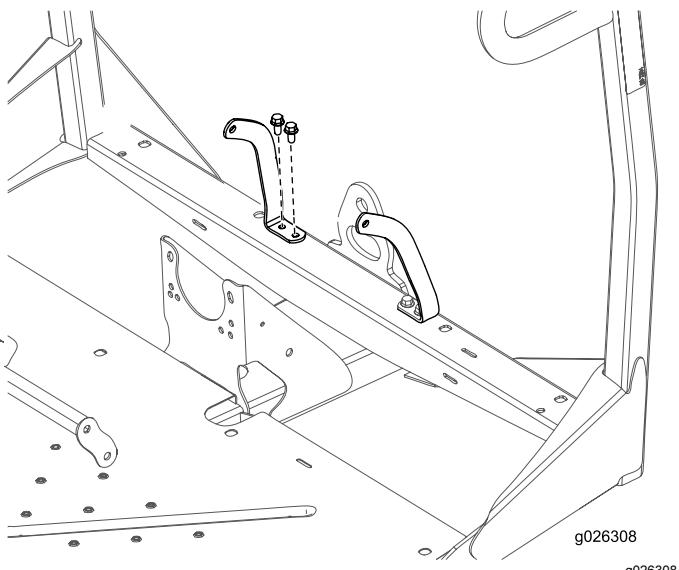

Figura 9
- Sujete los anclajes de los cinturones de seguridad derecho e izquierdo al bastidor delantero con 4 pernos ($3/8" \times 3/4"$) y 4 tuercas ($3/8"$), según se muestra en la Figura 9.